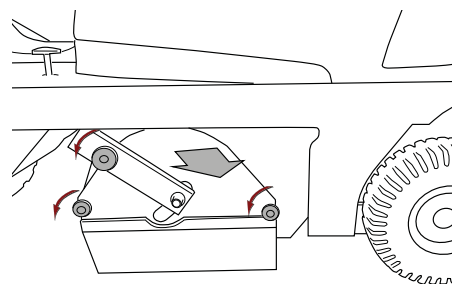

fig. 17
- Die drei Schraubgriffe abschrauben und entfernen, mit denen die Abdeckung des Bürstenraums (Abb. 17) befestigt ist.